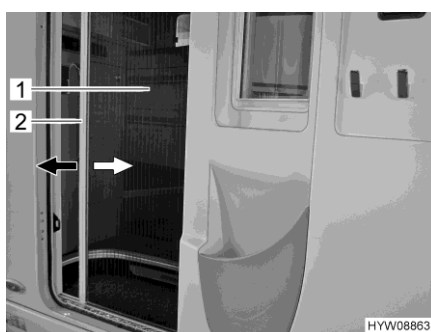

Fig. 56 Moustiquaire (porte cellule)
- Saisir la barre-poignée (Fig. 56,2) avec les deux mains et tirer la moustiquaire (Fig. 56,1) de manière régulière en dehors de son logement dans la porte.
- Saisir la barre-poignée (Fig. 56,2) avec les deux mains et repousser la moustiquaire (Fig. 56,1) d'une légère pression dans son logement dans la porte.